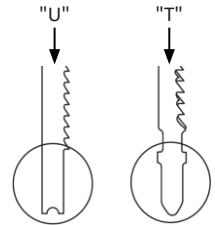

Fig. 7
- Există două tipuri de cap de lamă, după cum se arată în fig. 7. Selectați întotdeauna lamele cu un cap de tip „T” pentru această unealtă.